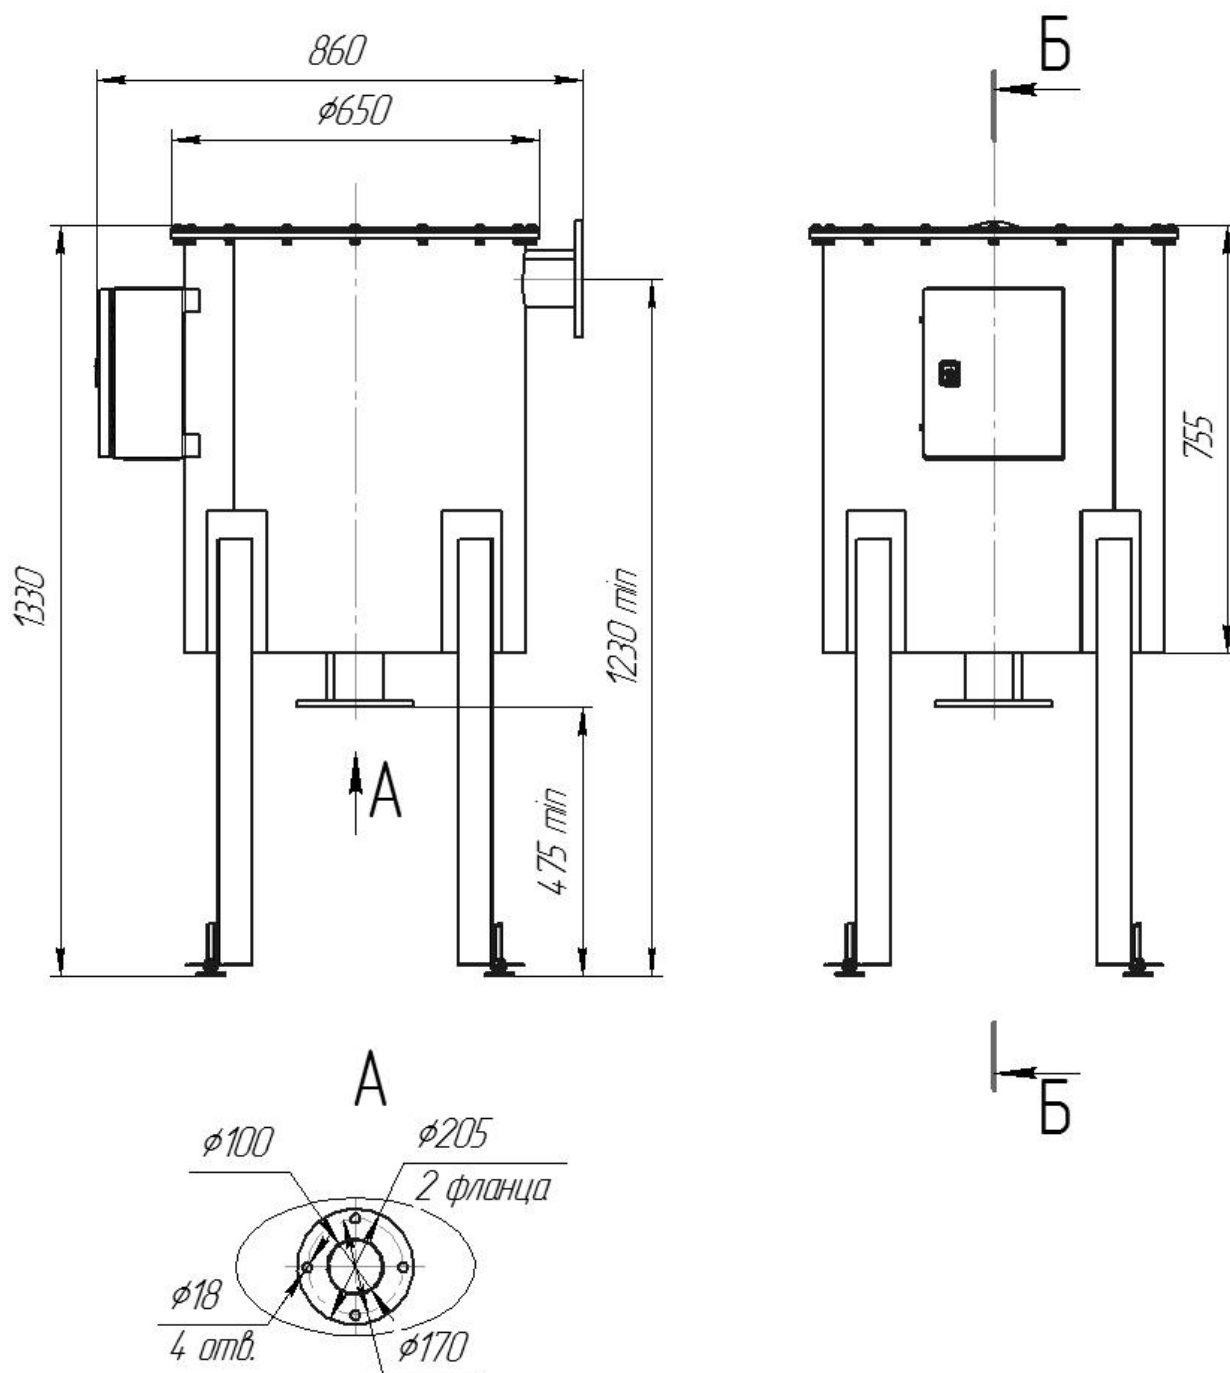
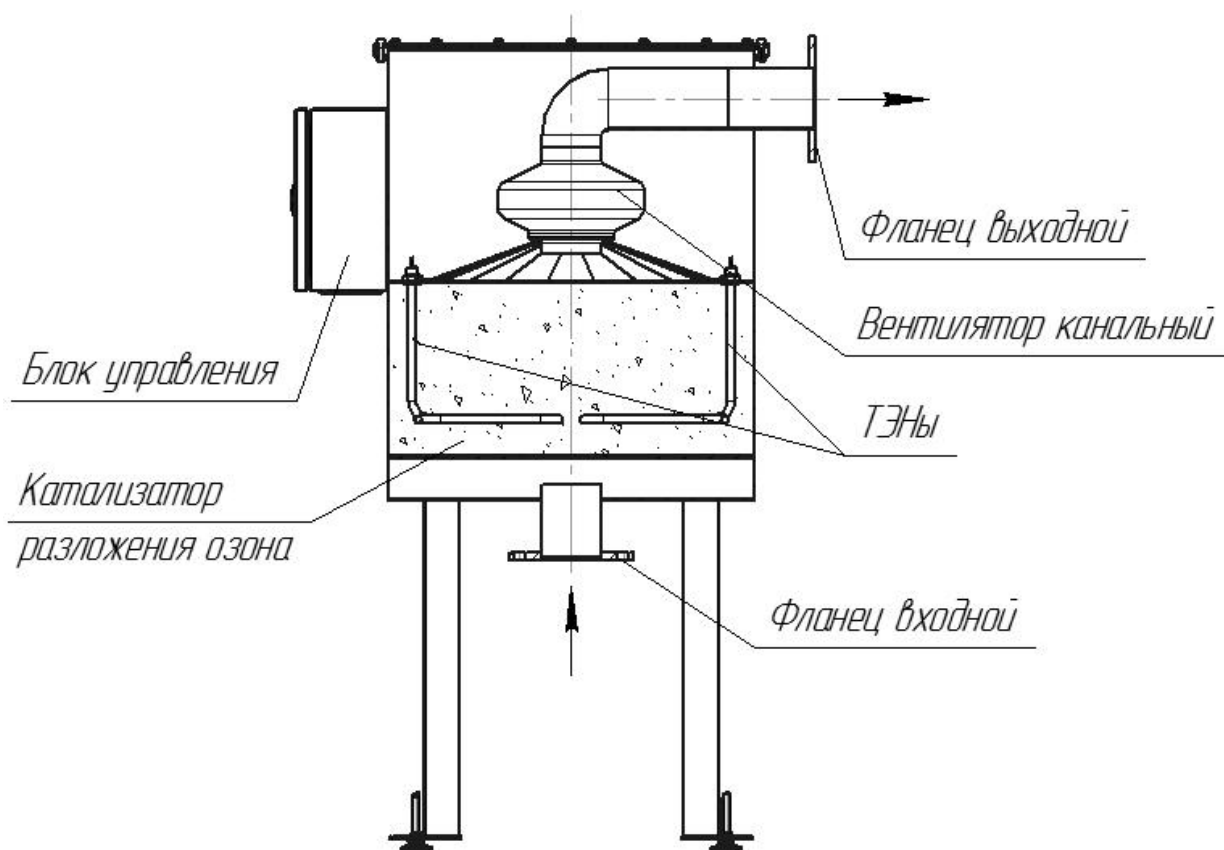

Рис. 1. Габаритный чертеж деструктора ДТК-1500/100.
Рис. 2. Деструктор ДТК-1500/100, разрез.
Термокatalитический деструктор озона (Рис.1, Рис.2) используется для разложения остаточного озона, содержащегося в отработанной газовой смеси, отводимой от контактных резервуаров, до уровня ниже 0,2 ПДК.
- Отвинтить винты крепления кронштейна вентилятора (рис. 2).